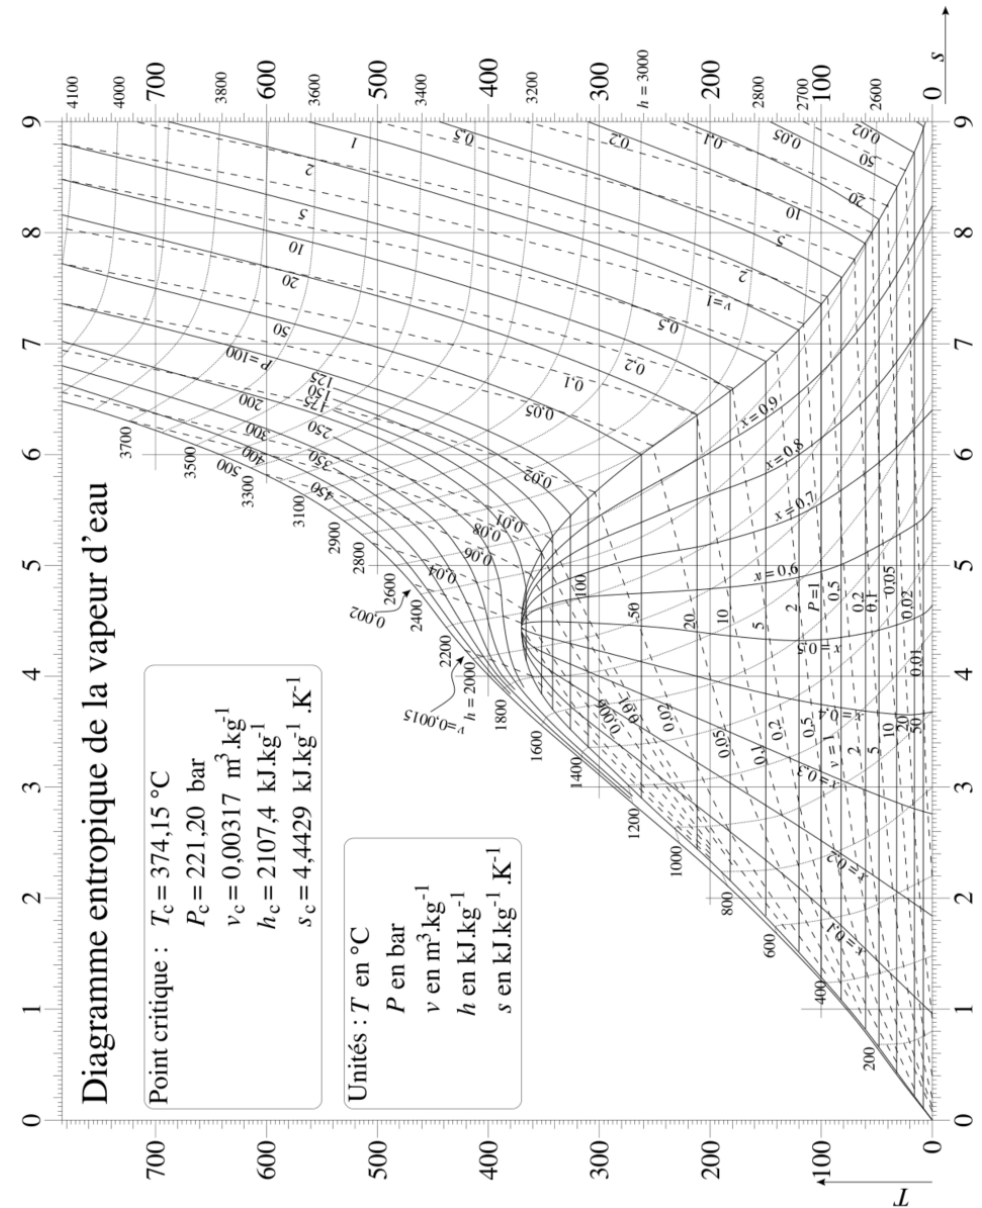

FIGURE 6 – Diagramme entropique de l'eau
- Q.14** Placer tous les états $A, B, C, \dots, I$ sur le diagramme entropique de l'eau fourni FIGURE 6 dans le document réponse à rendre avec la copie.
- Q.15** Par lecture graphique, déterminer la valeur de l'enthalpie massique h_F de l'eau dans l'état (F) .